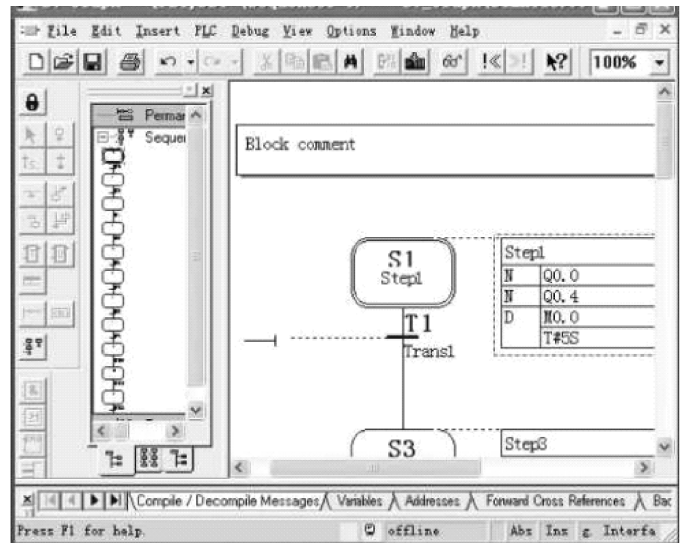

图 6-11 编辑“步”
3) 在动作框里编辑控制动作，每一个动作框包含指令和地址。比如在动作框左边写上指令“N”，在右边写上地址“Q0.0”，表示当该“步”为活动步时 Q0.0 输出“1”，当该“步”为不活动步时 Q0.0 输出“0”，如图 6-11 所示。